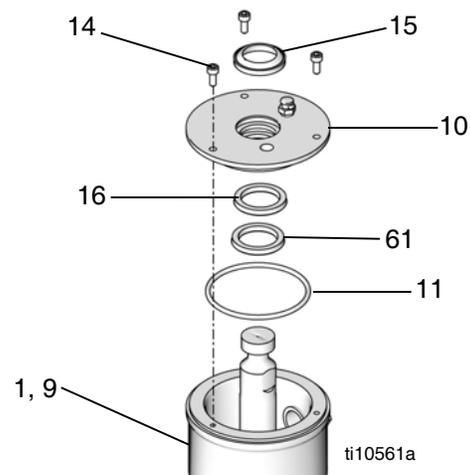

ABB. 31
26. Setzen Sie einen neuen O-Ring (11), einen Schmiermittelbehälter-Abstreifer (15) eine Dichtung (16) und einen Sprengring (61) in die Abdeckung des Schmiermittelbehälters (10) ein. Siehe ABB. 31.
27. Schieben Sie die Abdeckung der Ökertasse (10) vorsichtig über die Kolbenstange. Richten Sie die Bohrungen in der Abdeckung und in der Ökertasse aufeinander aus. Setzen Sie Schrauben (14) ein. Ziehen Sie die Schrauben mit einem Sechskantschlüssel fest. Siehe ABB. 31.